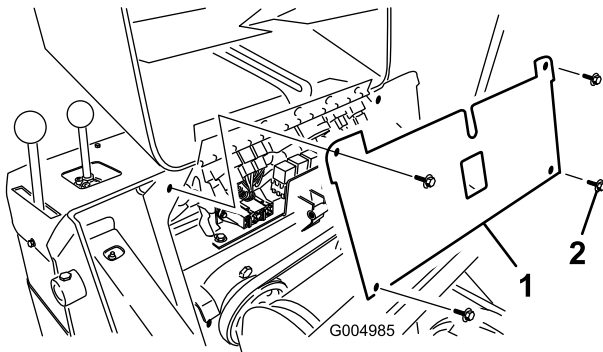

Figura 42
5. Rimuovere le 4 viti che fissano il portafusibili, quindi estrarre il pannello tirandolo verso l'alto (Figura 42).